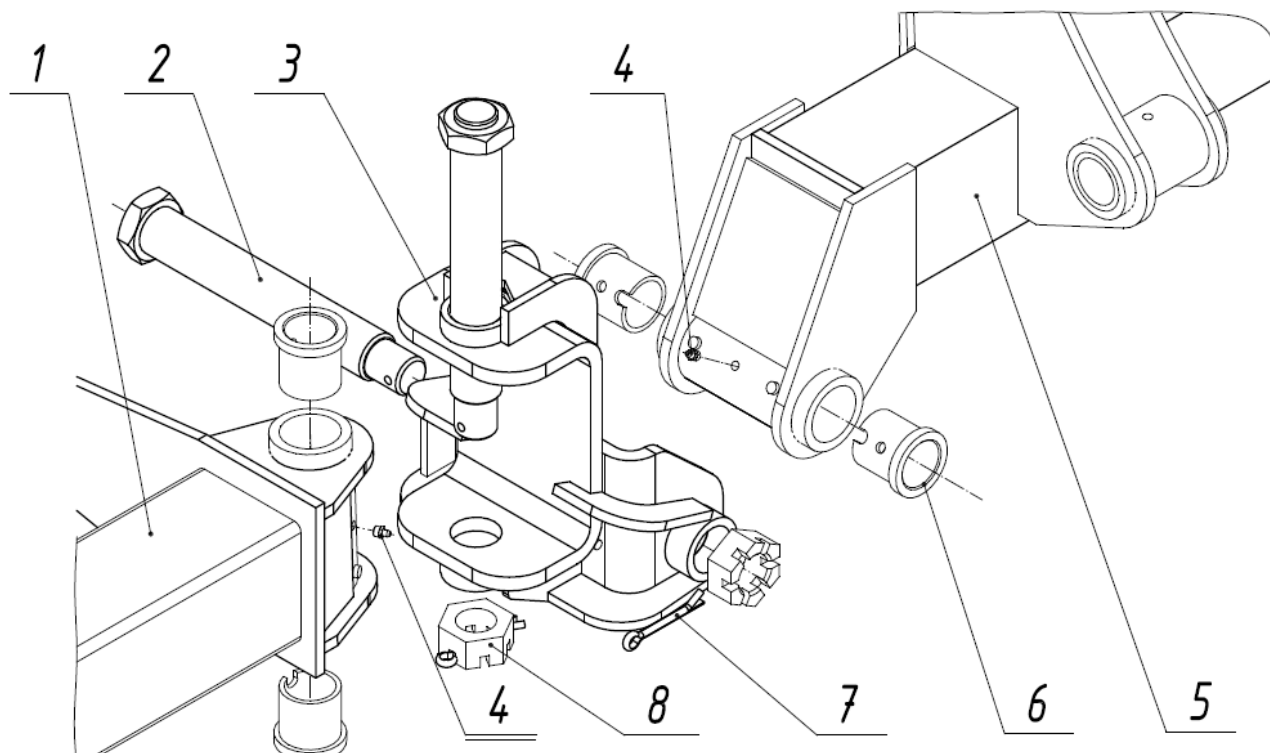

Рис.5 Шарнирное соединение балок
2.1.3 Крестовина 3 (рис.5) служит соединительным звеном между боковыми и центральной балками, и позволяет сцепке копировать рельеф почвы. Крестовина представляет собой сварную конструкцию из двух скоб и жесткостей из косынок и планок.